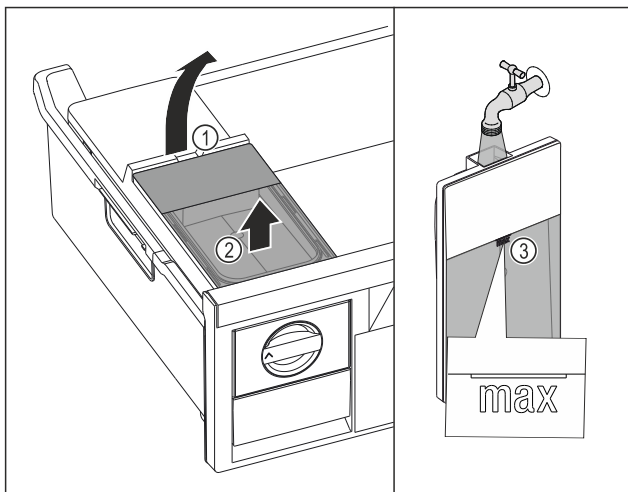

Fig. 138
- Zvedněte nádržku na vodu za vybrání Fig. 138 (1).
- Vyměňte nádržku na vodu nahoru. Fig. 138 (2)
- Naplňte nádržku na vodu pitnou vodou až po značku Fig. 138 (3).